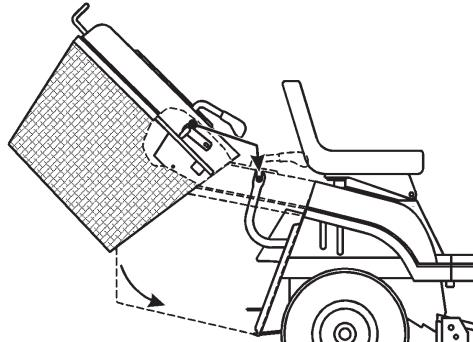

Bild 42
1. Kippen Sie den Graskollektor mit beiden Händen nach vorne (Bild 42).
2. Kippen Sie den Kollektor ungefähr 40 Grad nach vorne. Schieben Sie ihn dann auf die 2 Stützschienen hinten am Traktor (Bild 42).